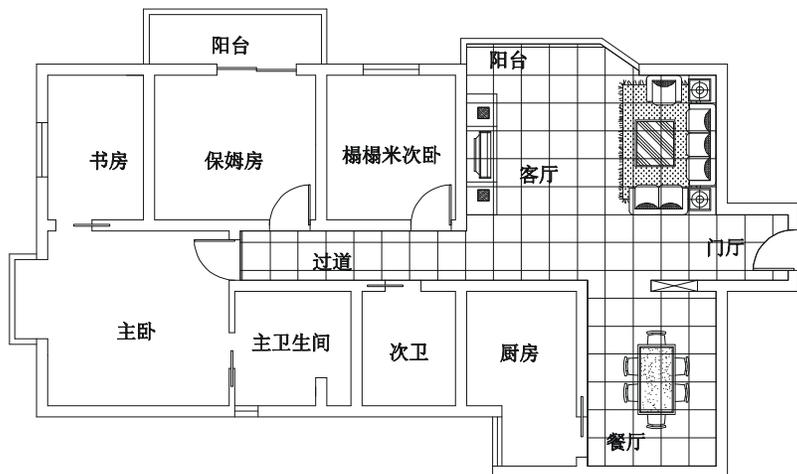

图 6-1-25
**STEP 09** 使用图案填充命令 BHATCH (BH) 将客厅填充为  $600 \times 600$  的方格以表示客厅铺装  $600 \times 600$  的玻化砖, 如图 6-1-25 所示, 其具体操作步骤如下: